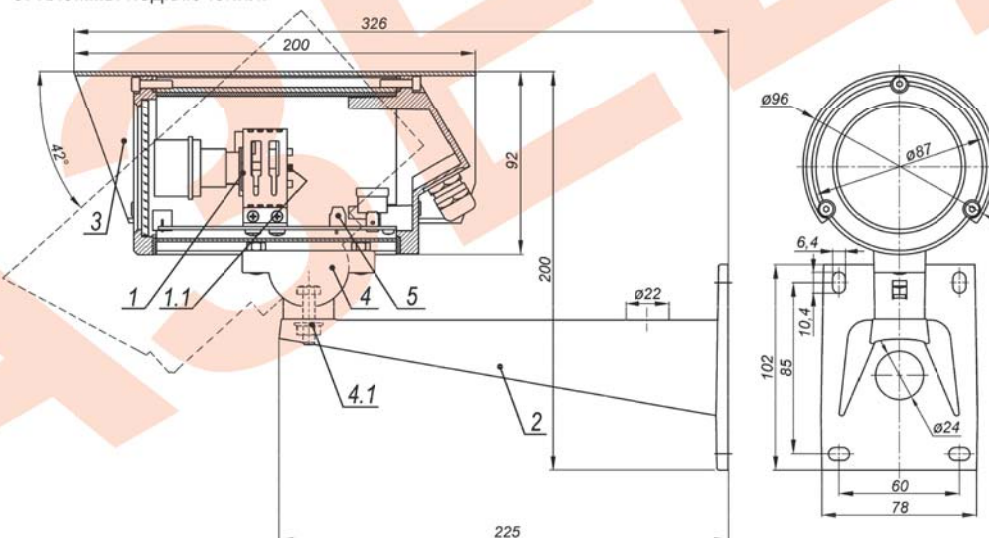

Рис.1 Состав изделия. Габаритные и установочные размеры
7. Ослабив болт (поз.4.1 рис.1) фиксации шарнира (поз.4 рис.1), установить видеокамеру на нужное направление обзора, после чего надёжно зафиксировать шарнир, затянув болт.
1. Установить кронштейн (поз.2 рис.1) на штатное место, закрепить на нём термокожух с видеокамерой (поз.1 рис.1).
4. При необходимости переключить режим видеостандарта с помощью кнопок, установленных на задней плате видеокамеры (поз.1.1 рис.1): «LEFT» – CVBS (NTSC, PAL), «UP» – AHD, «RIGHT» – TVI, «DOWN» – CVI. При нажатии удерживать 3 секунды.